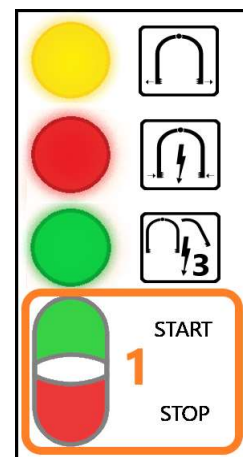

Fig. 8 VBE-M.
3. Allumez **VBE-M** par le bouton **START** (**Fig. 8 pos. 1**) - l'appareil passera automatiquement au